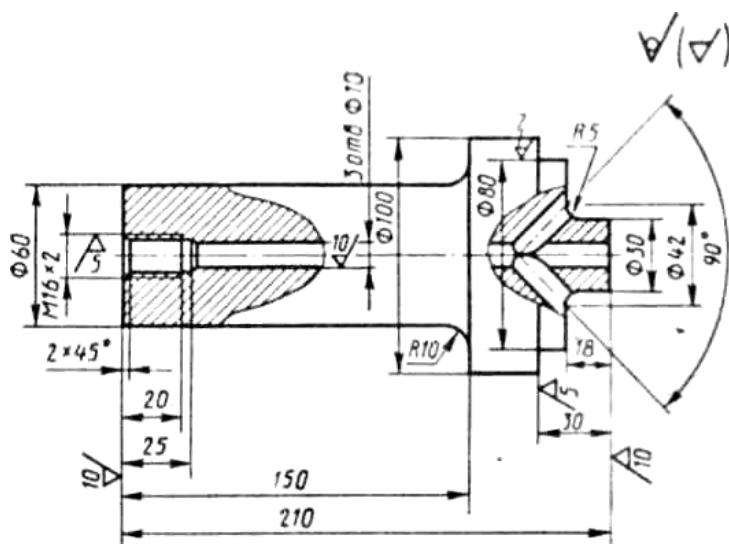

Рис. 25
2. Разработайте процесс изготовления поковки детали (рис. 25) методом ковки на паровоздушном ковочном молоте. При выполнении работы следует: описать сущность процесса ковки и указать области ее применения; изобразить схему молота и описать его работу; установить температурный интервал ковки, вид нагревательного устройства и привести схему печи; составить чертеж поковки и определить ее массу; привести эскизы переходов ковки и применяемого инструмента; с учетом технологических отходов, определить объем, массу и длину исходной заготовки, указать способ ее получения; описать механизацию процесса ковки. Материал детали - сталь 40Х.